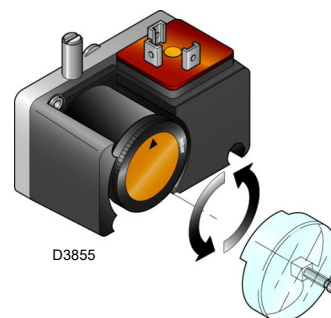

Fig. 32
- Regolare il pressostato gas di minima (Fig. 32 a pag. 28) ad inizio scala.
Eeguire la regolazione del pressostato gas di minima (Fig. 32) dopo aver regolato il bruciatore, le valvole del gas e lo stabilizza- tore della rampa.